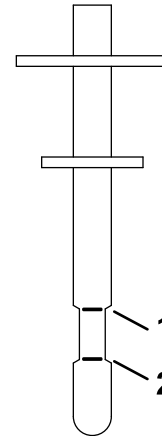

Figure 71
7. Remettez la jauge dans le goulot de remplissage, puis ressortez-la et contrôlez le niveau de liquide (Figure 71).